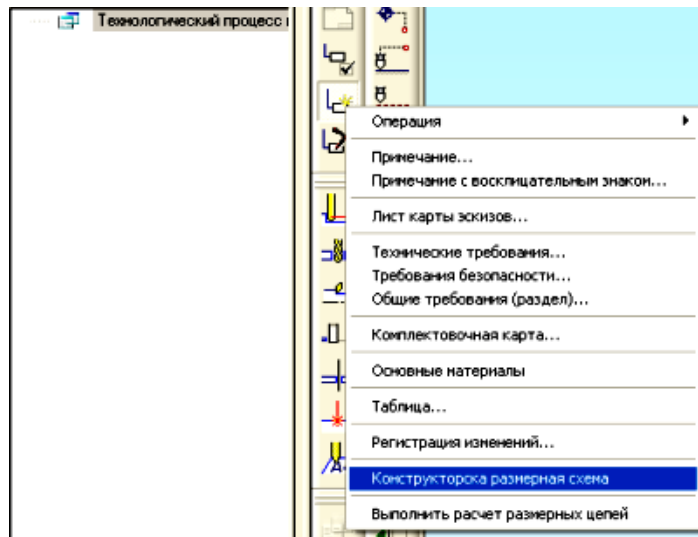

Рисунок 4-Меню объектов второго уровня
2. Нажать кнопку  **Создать** на панели **Объекты** и выбрать соответствующий пункт из выпадающего меню (рис.4).